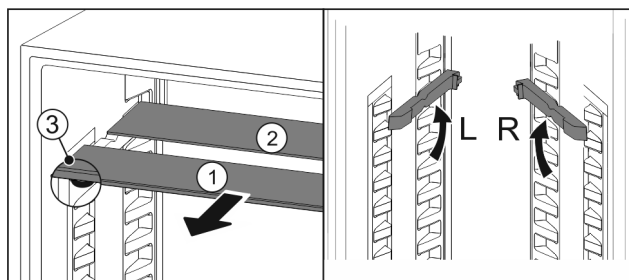

Fig. 107
- Издърпайте Fig. 107 (1) поотделно стъклените плочи напред.
- Стъклената плоча Fig. 107 (1) с декоративната лайстна е отпред.
- Ограничителите Fig. 107 (3) сочат надолу.